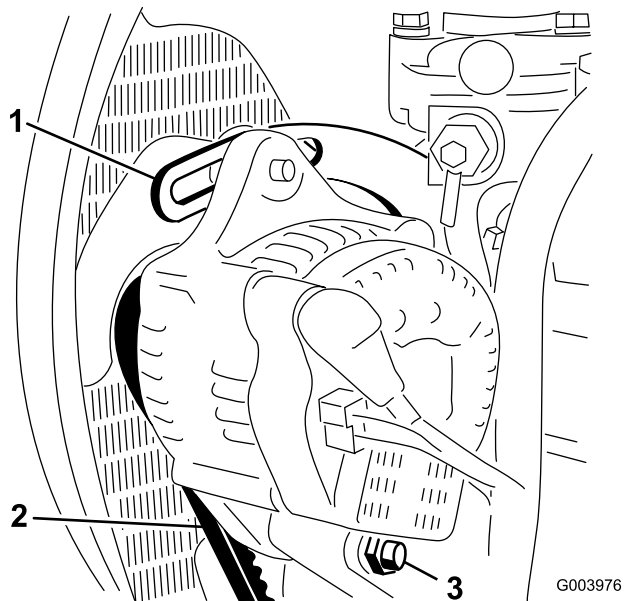

図 56
2. オルタネータ側プーリとクランクシャフト側プーリ間の中央部でオルタネータベルト(図 56)を指で10 kg程度の力で押してベルトの張りを点検する。
4. ブレースをエンジンに固定しているボルト(図 56)と、オルタネータをブレースとピボットボルトに固定しているボルトをゆるめる。